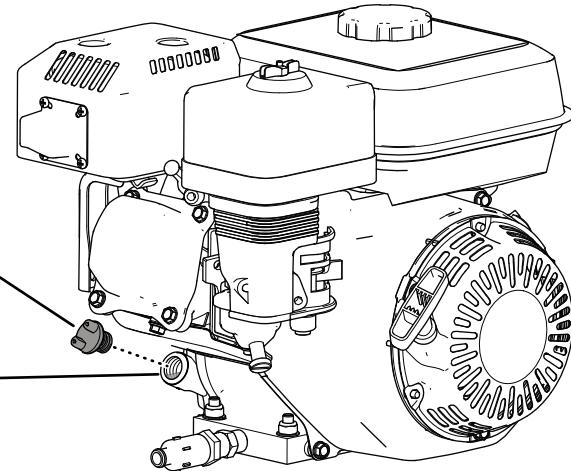

Figura 27
2. Pulite l'area attorno al tappo di riempimento dell'olio (Figura 27).